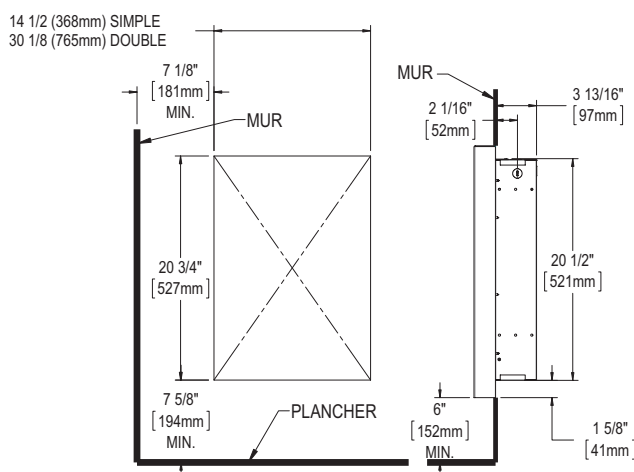

FIG. 2
4. Pour une installation en surface, apposer une plaque de bois derrière le gypse en vue de fixer solidement le produit au mur. Les dimensions de la plaque de bois sont les mêmes que celles de l'ouverture pour l'installation encastrée (voir les figures 2 et 3).
1. L'ouverture dans le mur doit être préalablement faite dans les règles de l'art (voir les figures 2 et 3 ainsi que les avertissements).